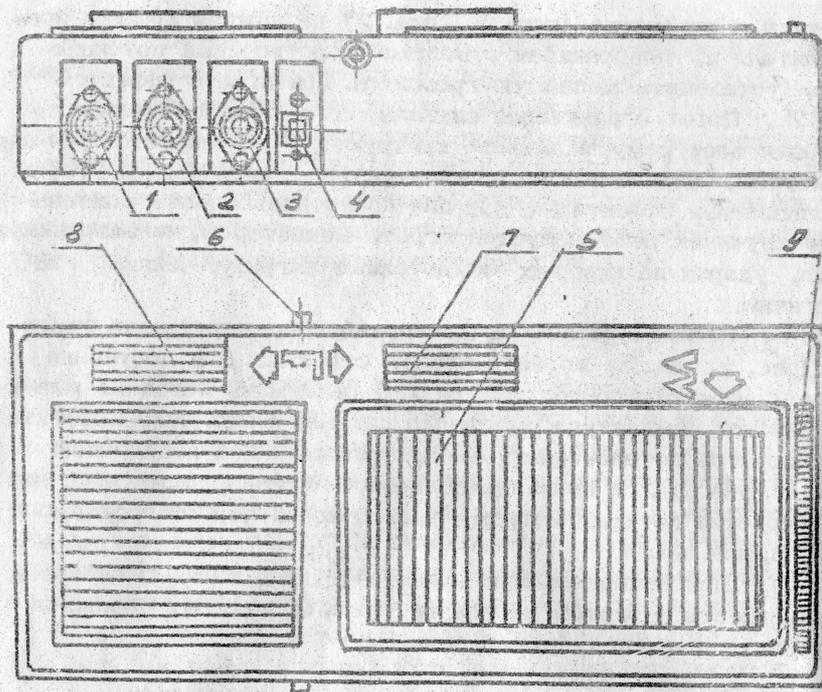

Рис. 2. Общий вид предусилителя
4. 4. На боковой поверхности предусилителя расположены (см. рис. 2): гнездо для подключения внешних источников питания (поз. 1), гнездо для подключения шнура (поз. 2), который соединяет предусилитель с усилителем мощности; гнездо для подключения шнура от электрогитары или другого электромузыкального инструмента (поз. 3); кнопка выключения предусилителя (поз. 4).
4. 6. На верхней плоскости предусилителя (рис. 2.) расположены : клавиш переключения преобразователя спектра и ограничителя уровня - различные виды эффекта FUZZ (поз. 7); клавиш включения FUZZ-эффекта (поз. 8); рычаг управления варичастотнозависимым усилителем для получения WAU-эффекта (поз. 5); фиксатор рычага управления (поз. 9).
5. 3. Подключить соединительные шнуры, соединив выходное гнездо предусилителя со входом усилителя мощности (рис. 2, поз. 2), а выходное гнездо (рис. 2, поз. 3) с электрогитарой или другим электромузыкальным инструментом, предварительно убедившись, что распайка на штеккере электромузыкального инструмента соответствует отечественным стандартам.
5. 4. Включить питание, нажав на клавиш (рис. 2, поз. 4). При использовании внешних источников питания, вставить штеккер источника в гнездо (рис. 2, поз. 1).
5. 5. Включить на гитаре самый громкий регистр, содержащий и низкие и высокие частоты, повернуть ручку на полную громкость. Нажать на клавиш (рис. 2, поз. 3), вставить
5. 6. Расфиксировать рычаг управления, передвинув фиксатор (рис. 2, поз. 5) по направлению стрелки. Для получения
5. 7. При использовании эффектов FUZZ и WAU одновременно нажать каблуком на клавиш (рис. 2, поз. 8), а носком на рычаг управления (рис. 2, поз. 5).